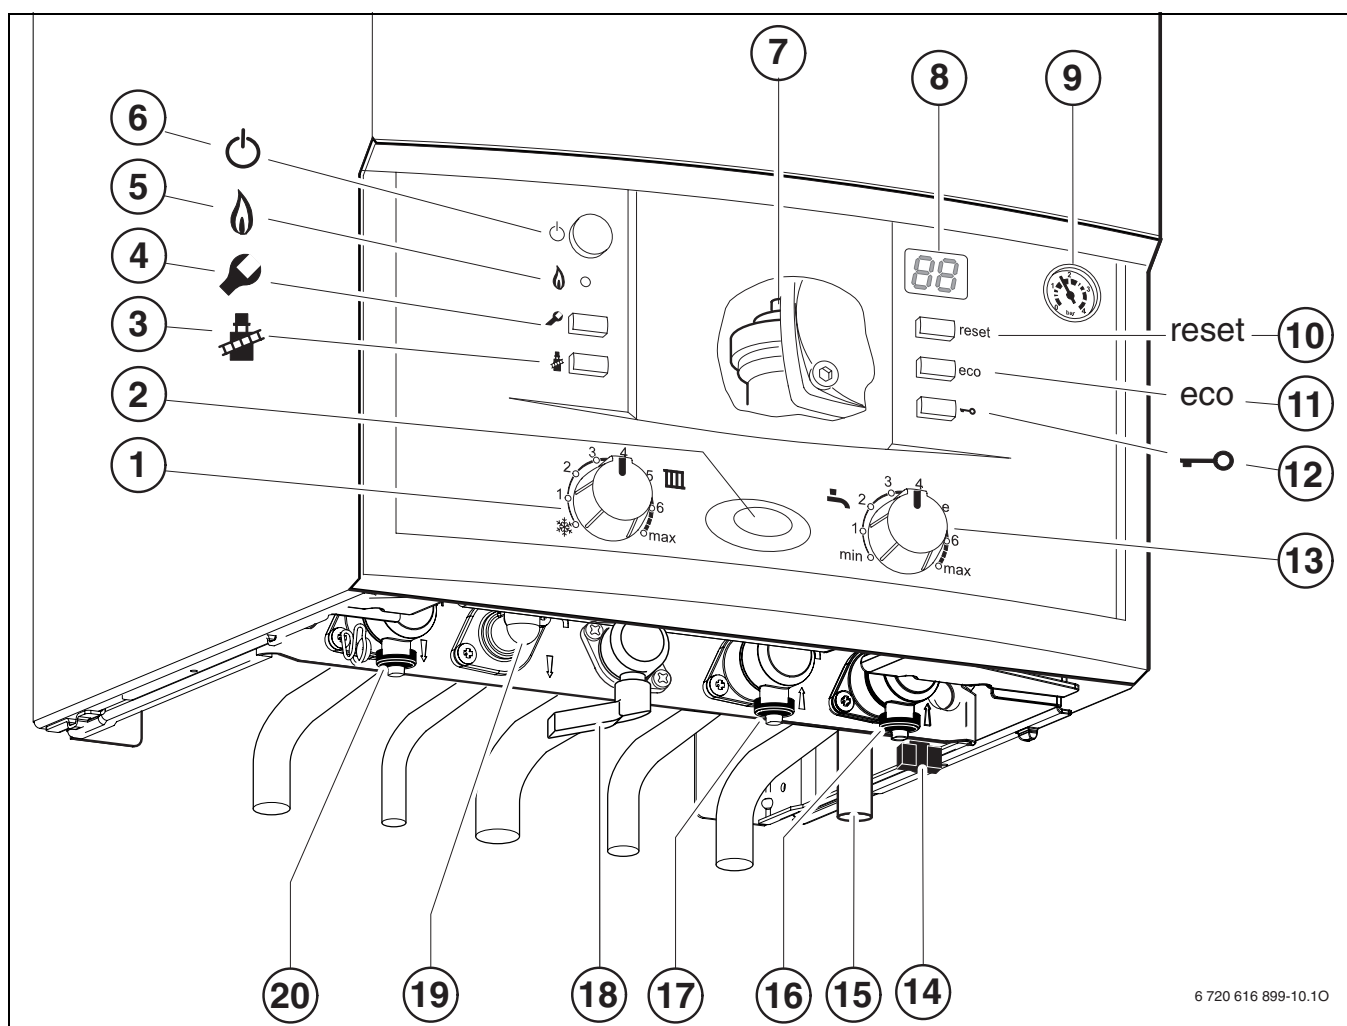

Fig. 29
- ▶ Ouvrir le robinet d'eau froide (→ fig 29, [17]).
- ▶ Ouvrir le robinet de départ du chauffage et le robinet de retour du chauffage (→ fig 29, [16] et [20]), remplir l'installation de chauffage à une pression comprise entre 1 et 2 bars et fermer le robinet de remplissage.
- ▶ Ouvrir le robinet de gaz (→ fig 29, [18]).
- ▶ Ouvrir le purgeur automatique (→ fig. 29, [7], page 40).